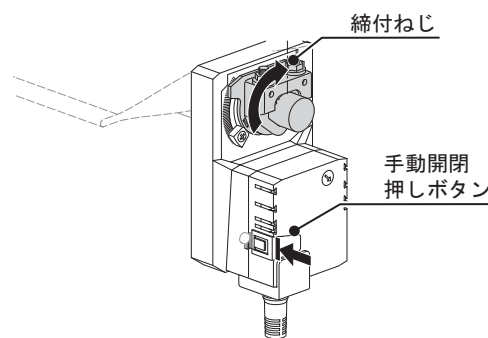

図8
(3) 手動開閉押しボタンを押しながら、手動で締付ねじが垂直になる位置（図8参照）までダンパ操作器を操作します。